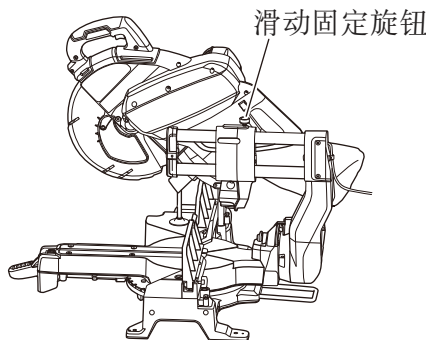

图14
4. 滑动刀架系统（图14）
对于小工件的切碎操作，请将切割头组件完全滑向装置后部，并拧紧滑动固定旋钮。要切割宽度达312mm的木板时，请务必松开滑动固定旋钮，让切割头自由滑动。（图14）